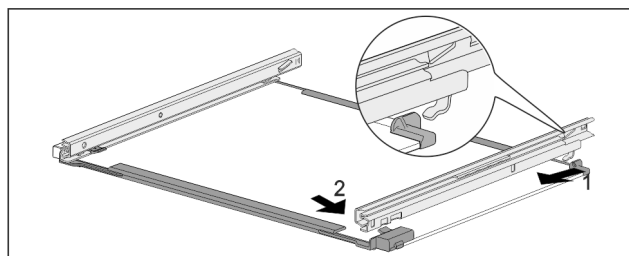

Fig. 83 Glasplade med skinner
- ▶ Fastgør skinnen bagtil. Fig. 83 (1)
- ▶ Lad skinnen gå i indgreb foran. Fig. 83 (2)